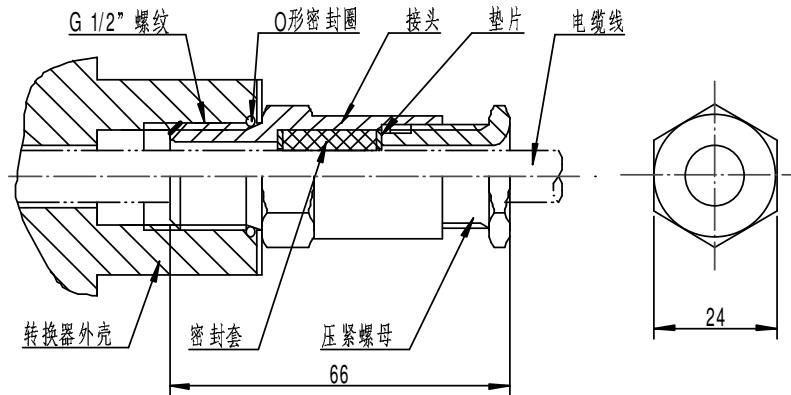

图 5 防爆密封接头
(2) 电缆线的安装(见图 5)
(一)、防爆密封接头安装(见图 5)